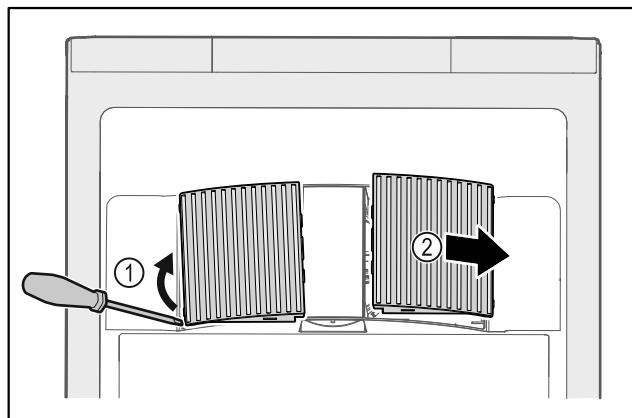

Fig. 201
- Αναμοχλεύστε προσεκτικά από το πλάι τα καλύμματα του ανεμιστήρα Fig. 201 (1) και αφαιρέστε τα προς τα εμπρός Fig. 201 (2).